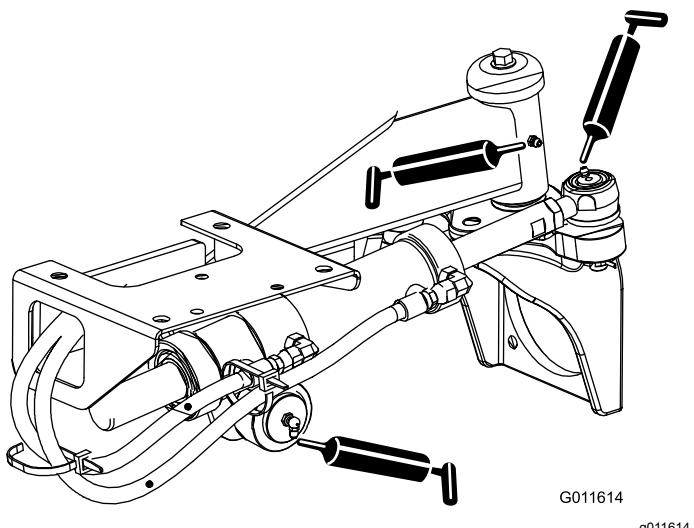

Figura 49
- Articulaciones esféricas del cilindro de dirección (2) y eje trasero (1) (Figura 49)